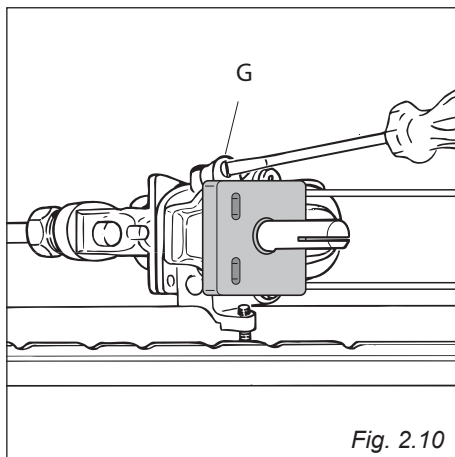

Fig. 2.10
- Sfilare la manopola del termostato e passando attraverso il foro del frontale con un cacciavite a taglio, svitare di circa un giro la vite by-pass "G" (fig. 2.10).
- Avvitare lentamente la vite by-pass "G" (fig. 2.10) fino all'ottenimento di una fiamma lunga 3-4 mm.